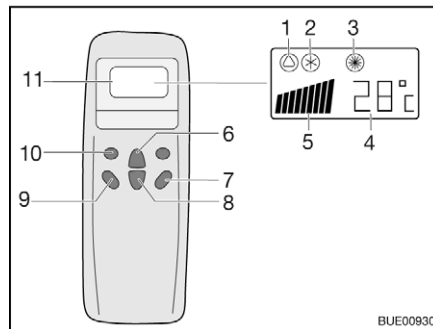
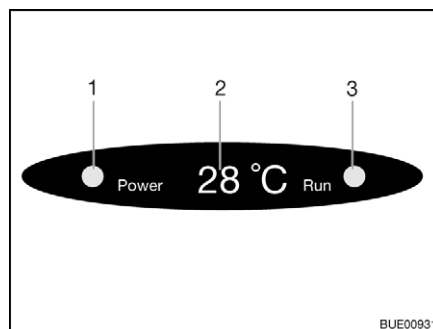

Fig. 181 Telecomando
Fig. 182 Display su diffusore
- Premere il tasto "ON/OFF" (Fig. 181,7).
- Premere il tasto "Mode" (Fig. 181,10) spesso, finché la modalità desiderata (Fig. 181,1, 2 o 3) viene visualizzata sul display. La spia di controllo relativa sul display sul diffusore (Fig. 182,3) si accende.
- Con i tasti di aumento della temperatura (Fig. 181,6) o di riduzione della temperatura (Fig. 181,8) regolare la temperatura desiderata.
- Con il tasto numero di giri ventola (Fig. 181,9) selezionare il livello desiderato per la ventola.